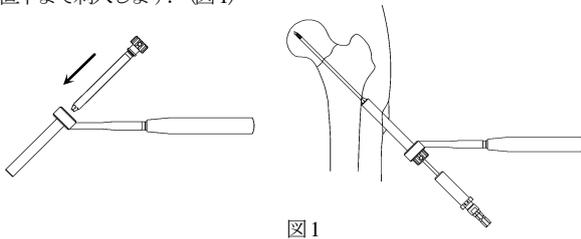

図1
1) 骨折部の整復後、遠位のSB フィックスが正面像でカルカー上、軸斜像で頸部中央に導入されるよう刺入位置を決定します。刺入点より近位に 20～30mm 程縦切し、ガイドピンスリーブを介して 3.2 ガイドピンを骨頭軟骨下直下まで刺入します。(図1)